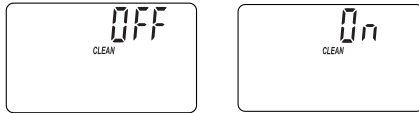

FIG. 16
2. Appuyer à nouveau sur MENU pour afficher l'un des écrans de nettoyage Clean (cf. Fig. 16).